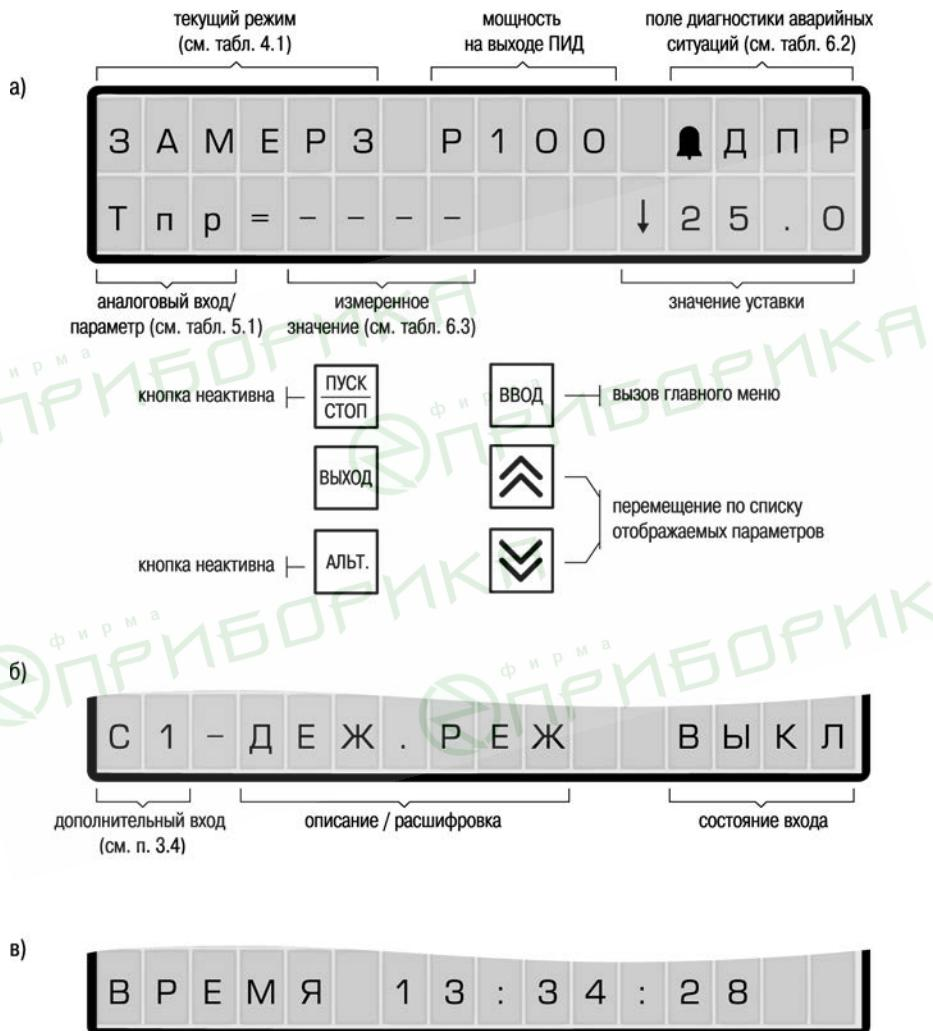

Рисунок 6.1
6.3.1 При возникновении нештатной ситуации, вызванной ошибкой измерения или изменением состояния дополнительных входов, на индикаторе в верхнем правом углу появляется сообщение с символом  (рисунок 6.1, а).
На индикаторе в поле диагностики аварийных ситуаций (рисунок 6.1) сохраняется и не сбрасывается кнопкой информация об источнике, первым приведшем к переходу в текущий аварийный режим. Сброс возможен при снятии всех аварийных условий и смене режима работы прибора. Это сделано для возможности выяснения причин возникновения аварийной ситуации.
6.3.2 При работе прибора непрерывно производится диагностика состояния измерительных входов, предотвращающих возникновение различных нештатных ситуаций, связанных с неисправностью датчиков. При возникновении подобной ситуации код ошибки выводится на индикатор в соответствующем поле сообщений (рисунок 6.1, а). Коды ошибок измерения приведены в таблице 6.3.
При восстановлении работоспособности неисправных датчиков аварийный сигнал в верхнем правом углу (рисунок 6.1, а) сохраняется. Для сброса аварийного сигнала необходимо нажать кнопку .
6.3.4 Отображаемое обозначение (см. рисунок 6.1) функционального назначения дополнительного дискретного входа (см. п. 3.4) приведено в таблице 6.4.